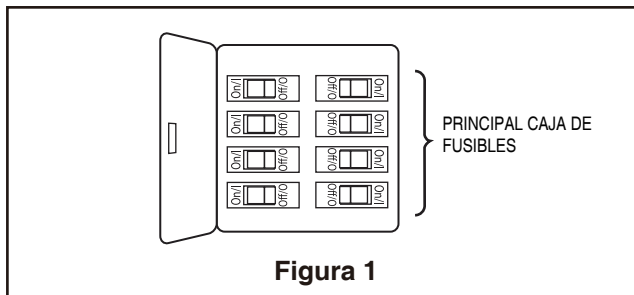

Figura 1
1. Restaure la fuente de alimentación de la toma de corriente enciende la electricidad del fusible principal. (Figura 1)